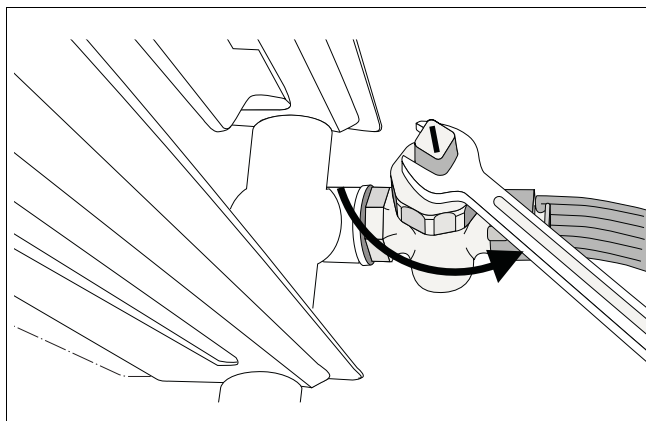

Fig. 74 Aftappen van de cv-installatie
- Tap de cv-installatie op het laagste punt met behulp van de vul- en aftapkraan of aan een radiator (→ fig. 74) af. Daarbij dient de automatische ontluchter op het hoogste punt van de cv-installatie geopend te zijn.